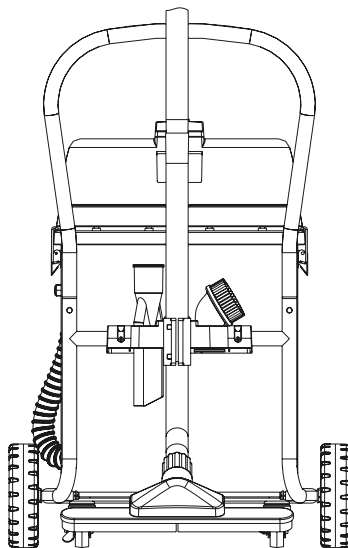

Fig. 13 – Espacio para accesorios
- En la aspiradora hay un espacio destinado para guardar las tuberías extensoras y bocales, según muestra la Fig. 13;